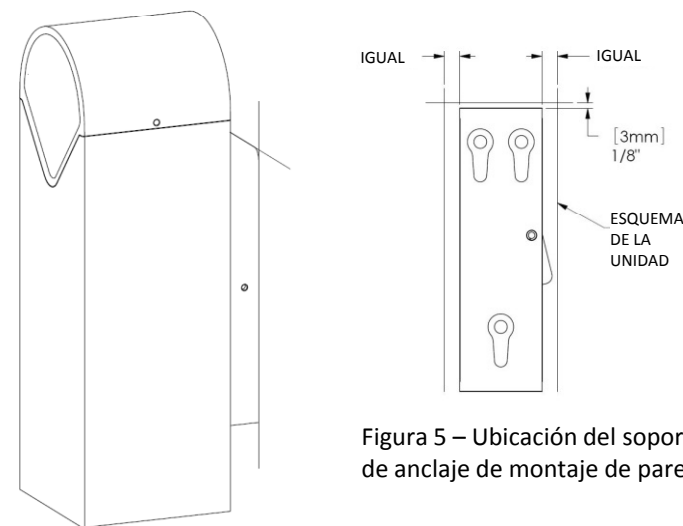

Figura 5 – Ubicación del soporte de anclaje de montaje de pared.
3. Mueva la unidad y ubique el soporte de montaje de pared como se muestra en la figura 5. Marque las ubicaciones de los agujeros.